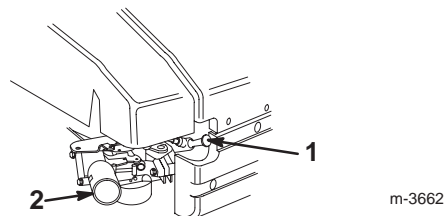

Figure 10
1. Branchez la bougie (Fig. 10).
2. Débranchez la bougie (Fig. 10).